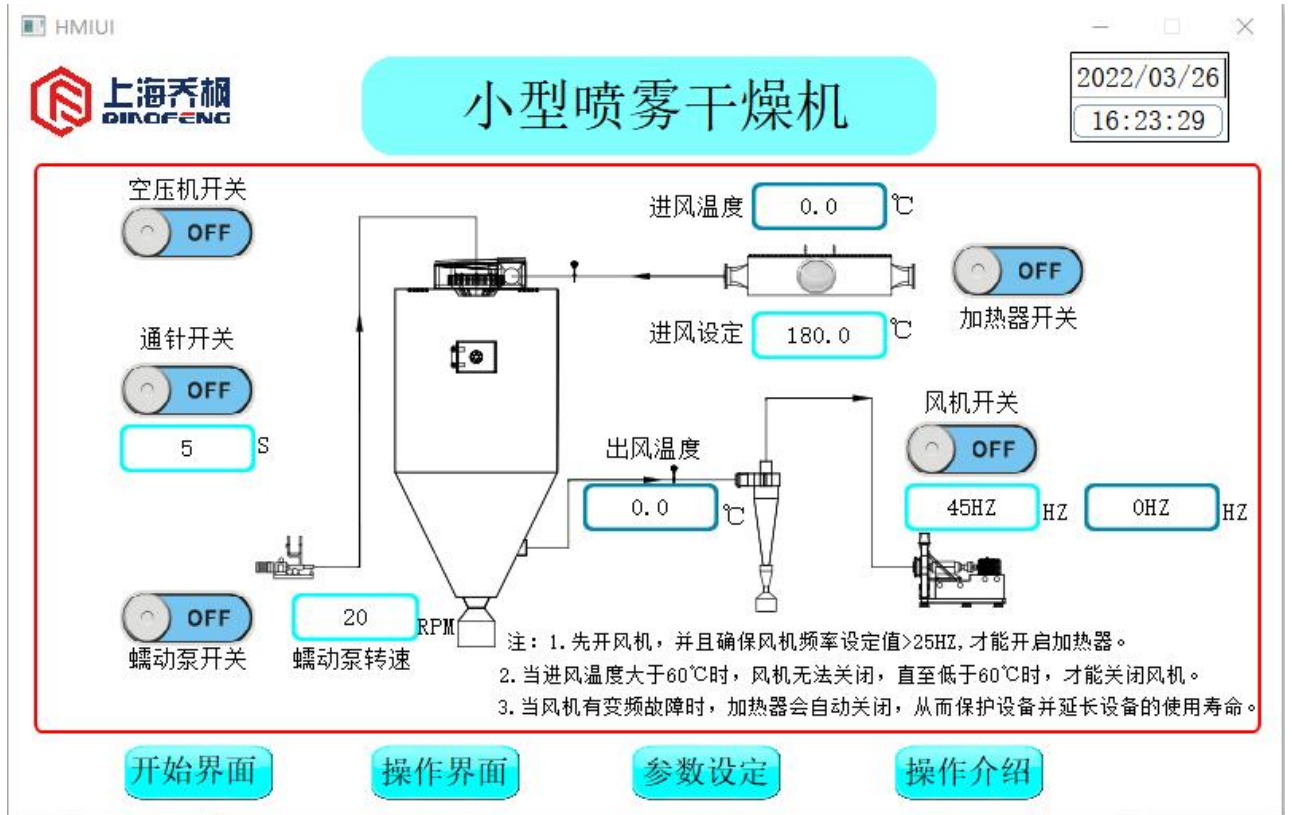
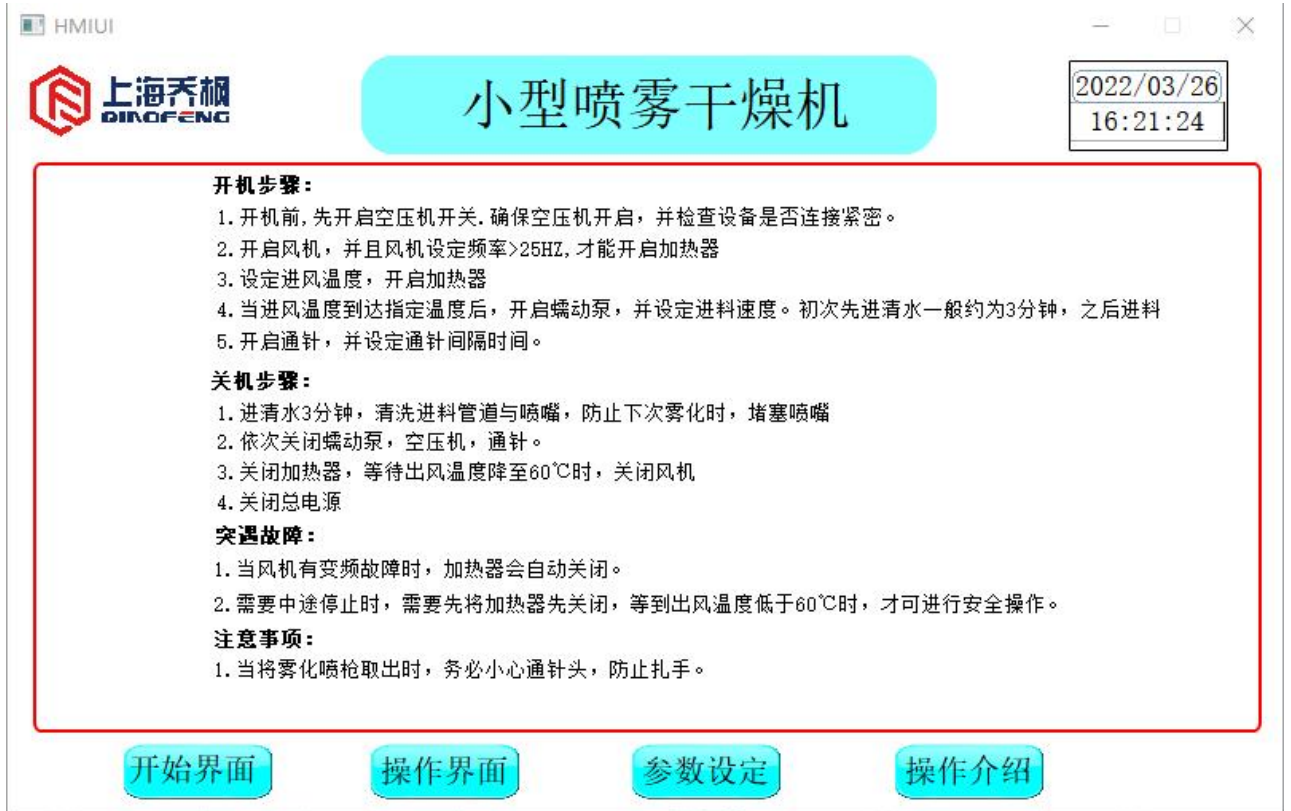

图 2
图 3
➤ 点击此按钮进入操作界面。如下图 2 所示
(1) 进入“操作界面”后如图 2 所示。此时应点击“**操作介绍**”，并仔细阅读后返回操作界面。如： 图 3、所示。